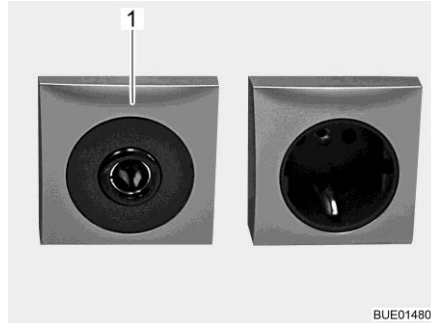

Bild 96 Eluttag 12 V/10 A
- ▷ Till 12 V-nätets eluttag (Bild 96,1) får endast apparater med maximalt 10 A anslutas.